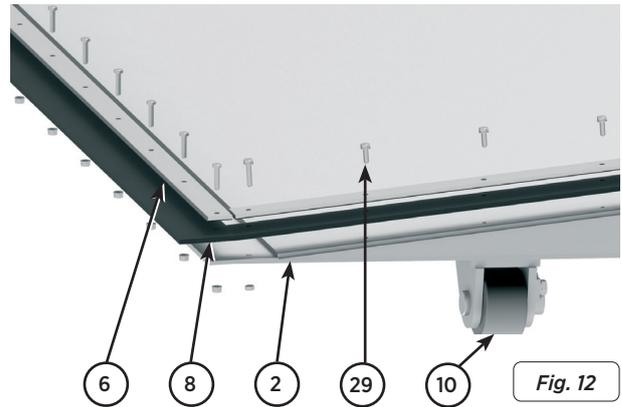

Fig. 12
6. Soltar y extraer los tornillos (29) que amarran las bridas y las juntas con el tablero (fig. 12).